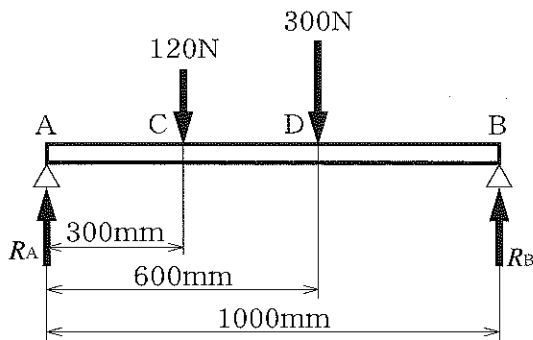
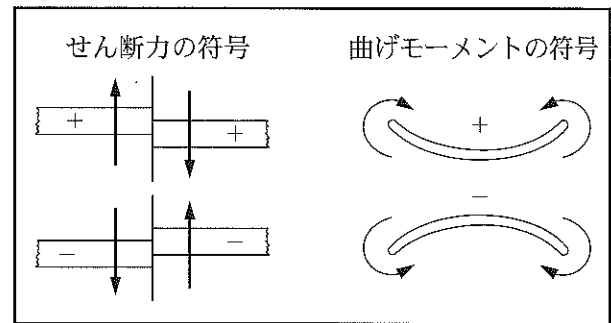

図6
図7
- (1) リベットの断面積 A は何 mm^2 になるか。
- (2) リベットに生じるせん断応力 τ は何 MPa になるか。
- (3) リベットに生じたせん断ひずみが $\gamma=1/1480$ であったとき、横弾性係数は何 GPa になるか。
- (4) このリベットが 90MPa までのせん断応力に耐えられるとき、板に加えることができる最大の力は何 kN になるか。ただし、答は小数第2位以下を切り捨て、小数第1位まで求めること。
- 7 図6のような、2つの集中荷重を受ける両端支持ばりがある。次の各問に答えなさい。ただし、せん断力と曲げモーメントの符号は図7とする。